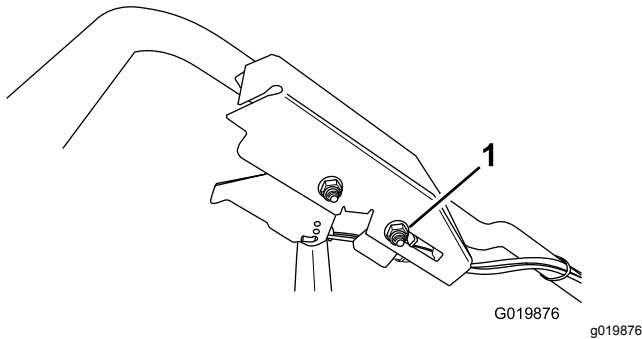

Figura 52
2. Afloje la tuerca del soporte del cable (Figura 52).